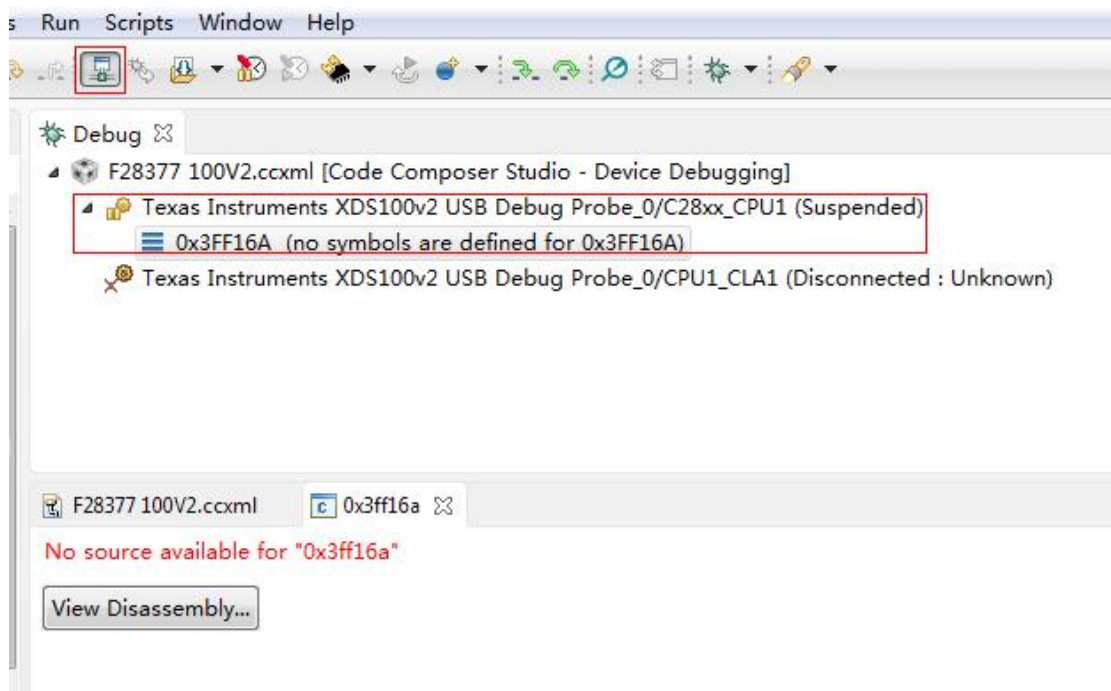

图 3-4-1 连接界面
- (1) 首先将 CCS6.1 开发环境打开;
- (2) 接着把仿真器的 USB 与电脑进行连接, 将仿真器的另一端 JATG 端插到 YX-F28335 开发板的 JATG 针处 (注意仿真器插入方向, 请仔细核对防差错针的位置);
- (3) 连接目标板, 出现如下图 3-4-1 则表示连接成功;